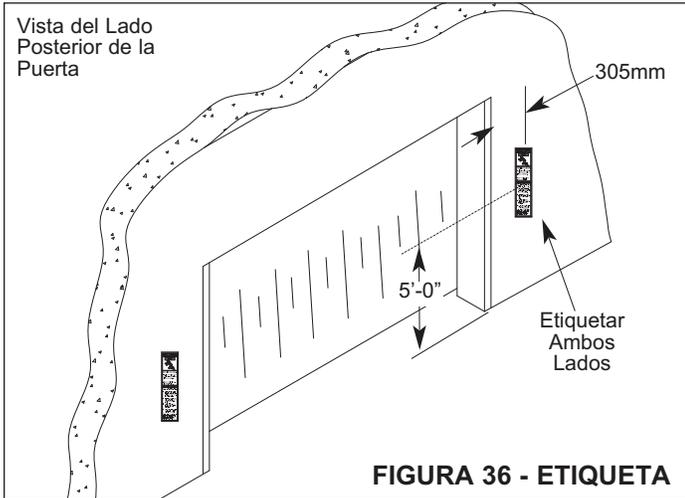

FIGURA 36 - ETIQUETA
2. Quitar la parte posterior de la etiqueta y ponerla en su posición, Figura 36.